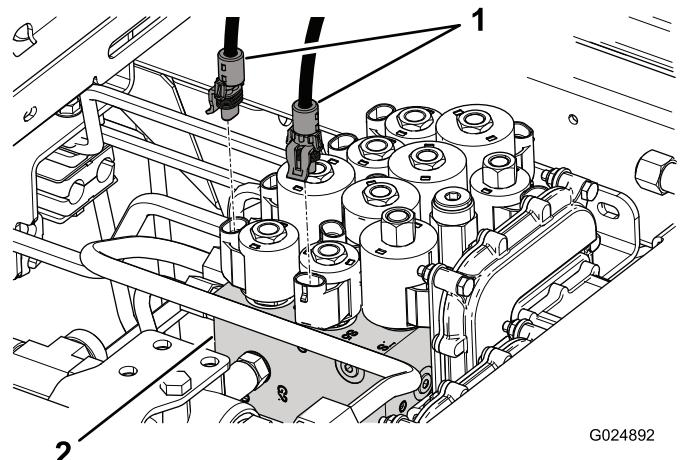

Bild 9
2. Schließen Sie den elektrischen Anschluss von der S5-Stromspule am Hubverteiler (**Bild 9**) ab und schließen ihn am Anschluss am Kabelbaum der Mähwerksperre an, der mit S5 HARNESS beschriftet ist.
3. Stecken Sie den mit S5 SOLENOID beschrifteten Anschluss am Kabelbaum der Mähwerksperre in die S5-Stromspule am Hubverteiler (**Bild 9**).
4. Schließen Sie den elektrischen Anschluss von der S6-Stromspule am Hubverteiler (**Bild 9**) ab und schließen ihn in den Anschluss am Kabelbaum der Mähwerksperre, der mit S6 HARNESS beschriftet ist.